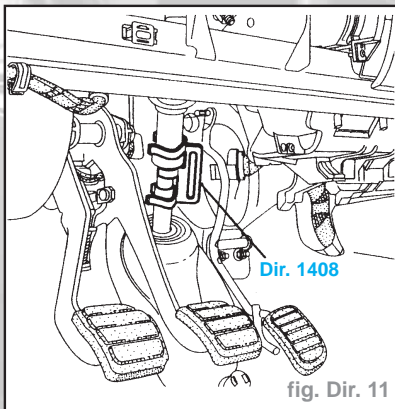

fig. Dir. 11
- Dans l'habitacle, placer l'outil **Dir. 1408** sur la partie inférieure de la colonne (fig. Dir.11).